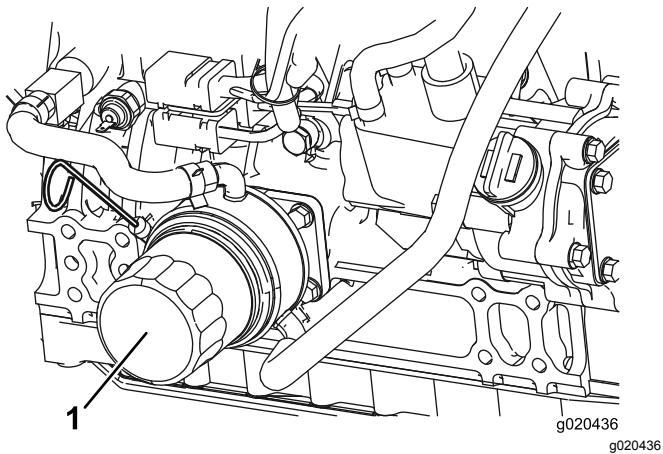

Bild 76
2. Entfernen Sie den Ölfilter (Bild 76). Ölen Sie die neue Dichtung am Ölfilter leicht mit frischem Öl ein, bevor Sie den Filter eindrehen. **Ziehen Sie nicht zu fest.**